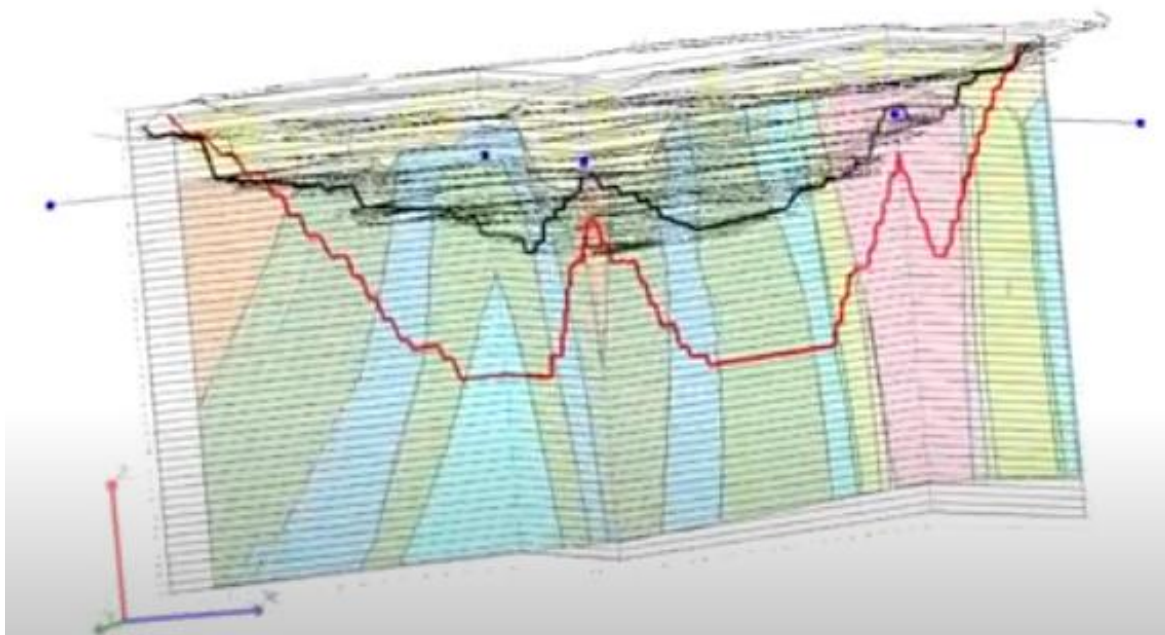

Рисунок 3.3 - Пример 3D-разреза
9. Створіть розріз у 3D форматі (рис.3.3).